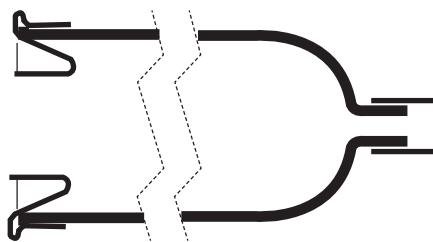

Рис.3
2.4.1 При использовании аппарата в домашних условиях перед каждой процедурой необходимо провести дезинфекцию колбы и уплотнителя раствором 3% перекиси водорода с добавлением 0,5% моющего средства типа «Лотос». Для этого снимите резиновый уплотнитель с колбы и промойте внутренние и наружные поверхности колбы и уплотнителя марлевым тампоном, смоченным указанным выше раствором, после чего промойте проточной водой. Колбу необходимо вытереть насухо салфеткой, а уплотнителю дать свободно высохнуть. Уплотнитель натянуть на колбу согласно Рис.3.